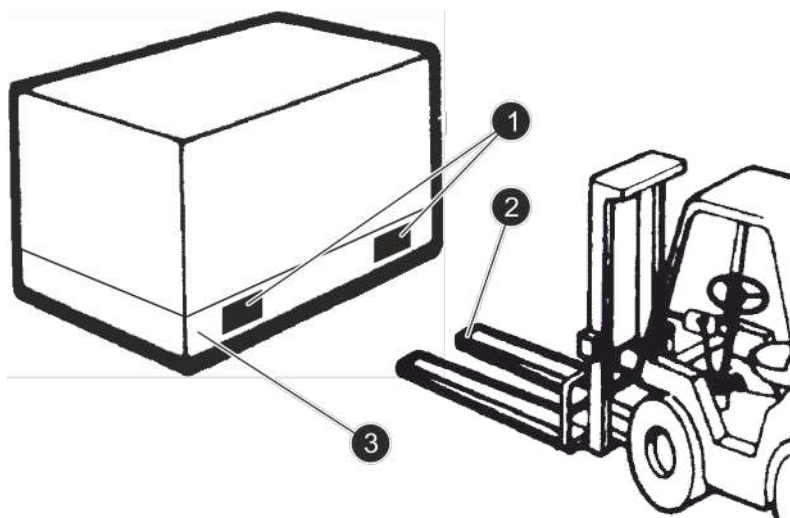

Fig. 9: Aberturas de transporte
2. ➤ Deslice las horquillas (Fig. 9/2) de la carretilla de manutención completamente por la aberturas de transporte identificadas (Fig. 9/1) en el zócalo del equipo (Fig. 9/3).